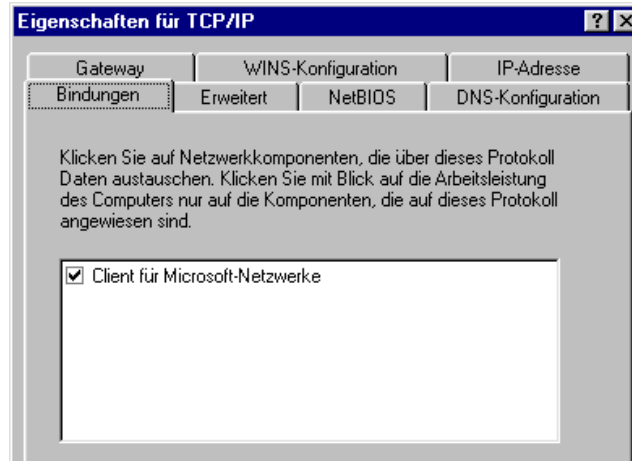

Figure 13.12.5.2
5. Unter der Registerkarte Bindings vergewissern Sie sich, daß Sie die Option geprüft haben, welche heißen sollte TCP/IP wie in Bild 13.12.5.2.